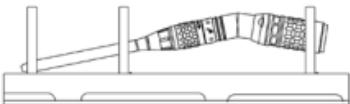

Figura 4
- Consulte o esquema de Carregamento da cesta de limpeza e esterilização G1 para ver as configurações de carga validadas. Os acessórios de ligação angulares têm de ser carregados na orientação correcta, conforme mostrado na Figura 4.